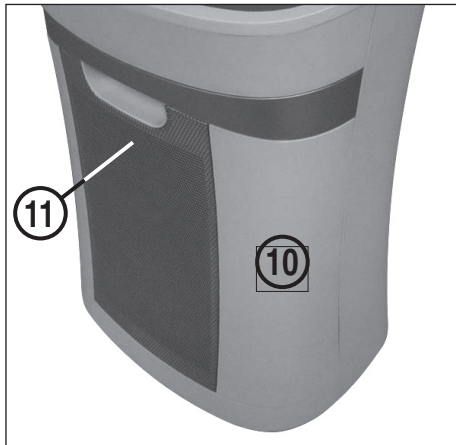

fig. 3
- 10 = Récipient collecteur (fig. 3)**
- 11 = Fenêtre de contrôle de niveau (fig. 3)**
POUR VIDER LE RÉCIPIENT (Fig. 3):
Il faut vider le récipient collecteur (10) lorsque le matériel déchiqueté apparaît dans la fenêtre de contrôle de niveau (11) (figure 3).